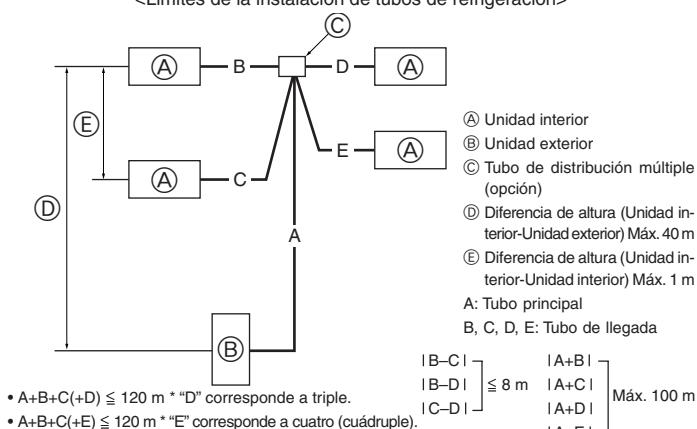

Fig. 5-8
5.8. Para combinación doble/triple/cuádruple (Fig. 5-8)